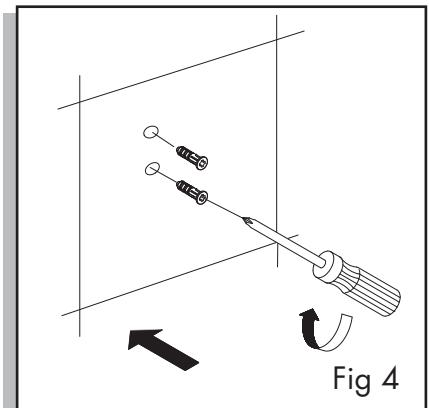

Fig 4
4. Insert the plastic wall anchors into the four holes. You may need to tap them lightly into position with a hammer (Fig 4).
4. Inserte los sujetadores plásticos en losorificios. Martíllelos suavemente si fuera necesario (fig. 4).
4. Insérer les manchons en plastique dans les quatre trous. Il faudra peut-être frapper légèrement sur les manchons à l'aide d'un marteau pour les insérer en place (fig. 4).